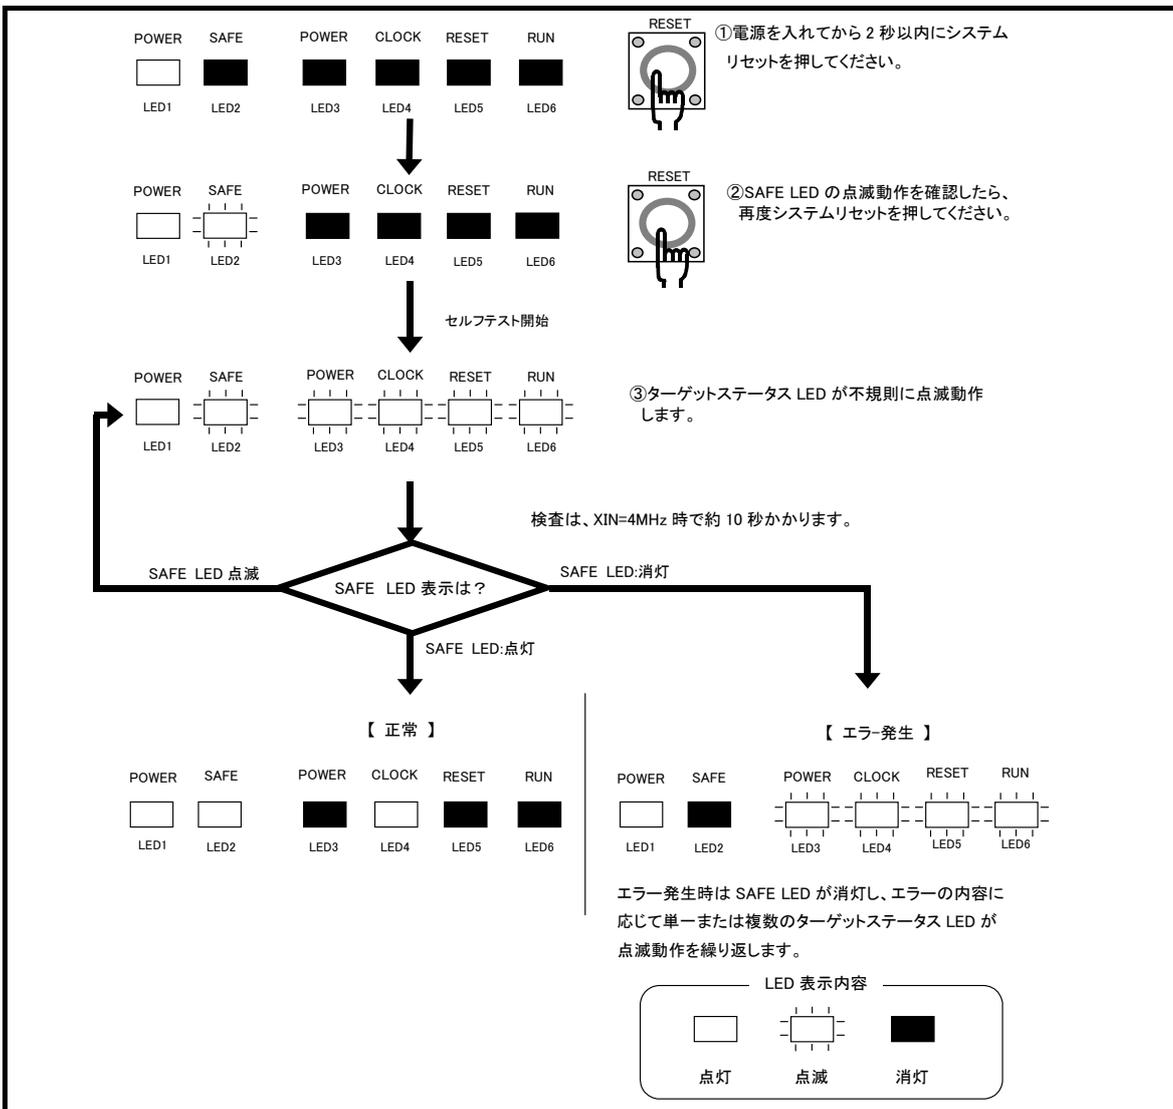

図 2.18 セルフチェック時のLED表示
セルフチェックは、エミュレータ機能が正常に動作するかを検査します。エミュレータのセルフチェック機能を使用する場合は、下記に示す手順に沿って実行してください。図 2.18に、セルフチェック時のLED表示を示します。
- ① 本製品にユーザシステムが接続されている場合は、ユーザシステムを外してください。
- ② エミュレータのスイッチは、エミュレータ出荷時の状態で実施ください(表 2.6参照)。
- ③ 電源投入後2秒以内にエミュレータ上面のシステムリセットスイッチを押します。
- ④ **SAFE LED**の点滅開始確認後、もう一度システムリセットスイッチを押してください。
- ⑤ セルフチェックが開始されます。セルフチェックは約10秒かかります。
- ⑥ 図 2.18に示す"正常"時のLED表示になれば、セルフチェック終了です。